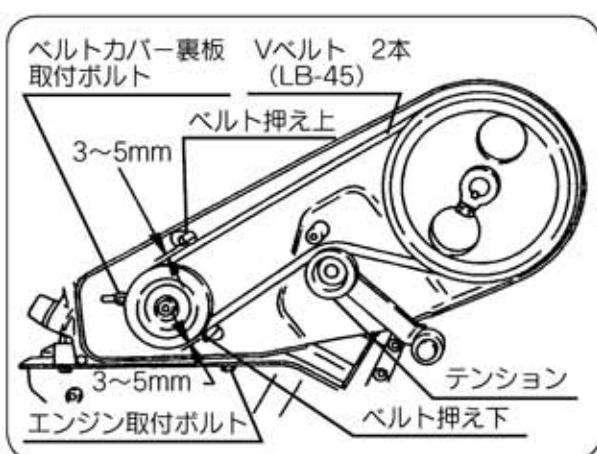

図28
①エンジンの取付ボルト（4本）、ベルトカバー裏板取付ボルト（1本）を緩めてください。（図28）
②Vベルトの張りを調整しながらエンジン位置を後方に下げてください。
③ベルト抑え上下を調整してください。